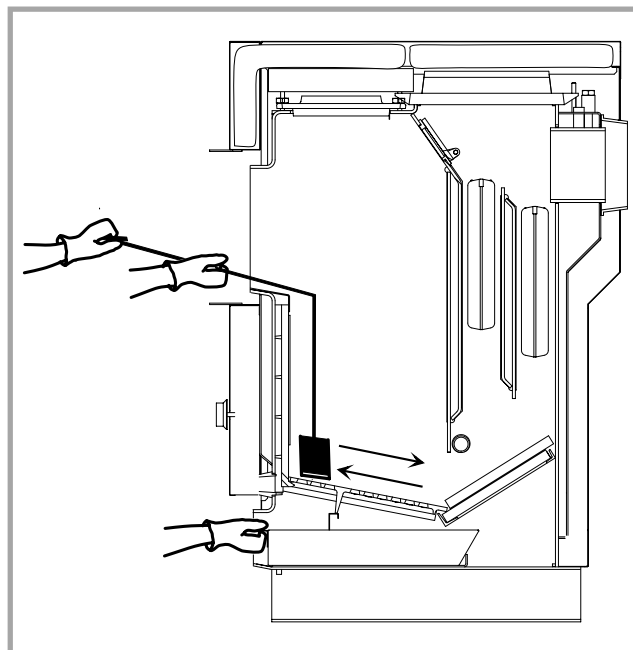

Figure 14 - Décassage de la grille
• **Tous les jours** : Décasser la grille à l'aide de l'outil spécial (fig. 14).